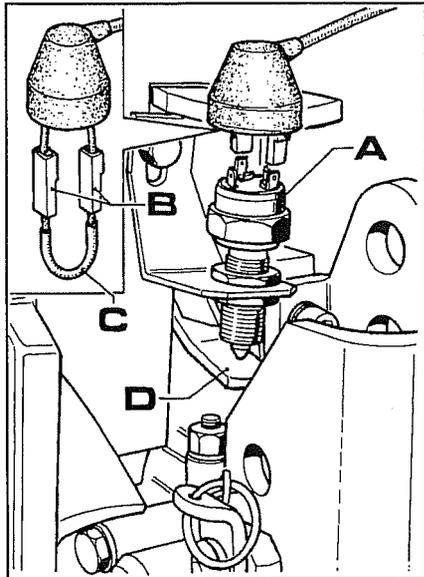

Abb. 12
Sollten diese Prüfungen kein positives Ergebnis bringen, ist die Funktionstüchtigkeit des Endschalters **A** Abb. 12 zu prüfen.
2. Die Kabel **B** Abb. 12 vom Schalter abtrennen und sie dann mit der Schaltbrücke (**C** Abb. 12) untereinander verbinden.
- b. Die Spitze des neuen Endschalters so einstellen, daß sie den Hebelarm **D** Abb. 12 berührt und den Schalter in dieser Stellung blockieren.